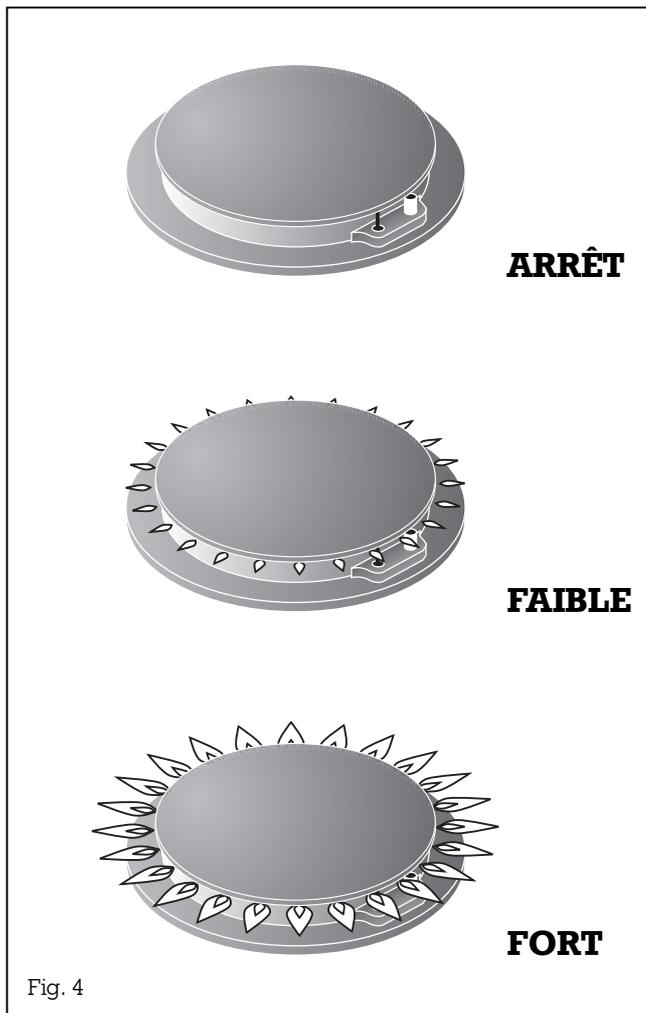

Fig. 4
- Contrôlez visuellement les flammes du brûleur en vous reportant aux illustrations (voir figure 4).